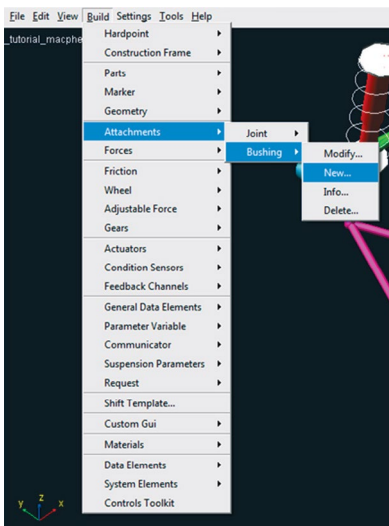

Figura 4.101 – Criando a segunda bucha.
- Para construção da segunda bucha, a qual estará localizada no *Hardpoint* *hpl_arm_rear*, acesse o menu *Build* → *Attachments* → *Bushing* → *New* (Figura 4.101).